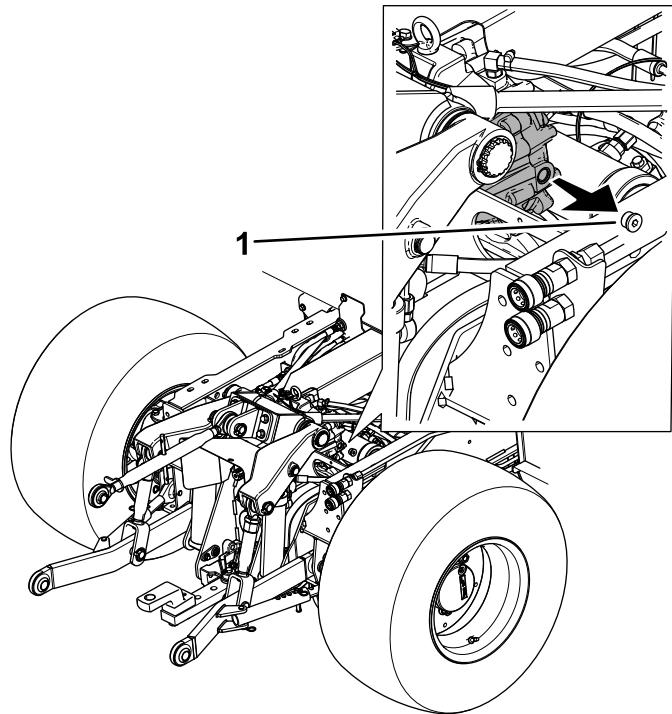

Figure 107
2. Retirez le bouchon de l'orifice de contrôle du boîtier d'engrenages de PDF arrière (Figure 107).